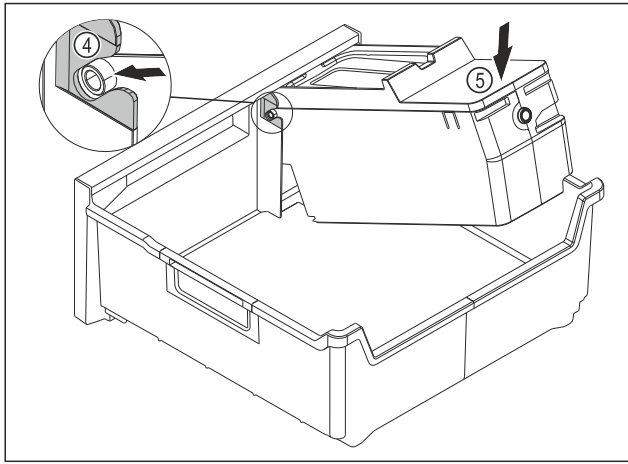

Fig. 216
- ▶ Az EasyTwist-Ice egység testének szerelése: Tolja be az EasyTwist-Ice egység testének tengelyeit a vezetőelemekbe Fig. 216 (4).
- ▶ Nyomja le az EasyTwist-Ice egység testének Fig. 216 (5) hátsó részét.